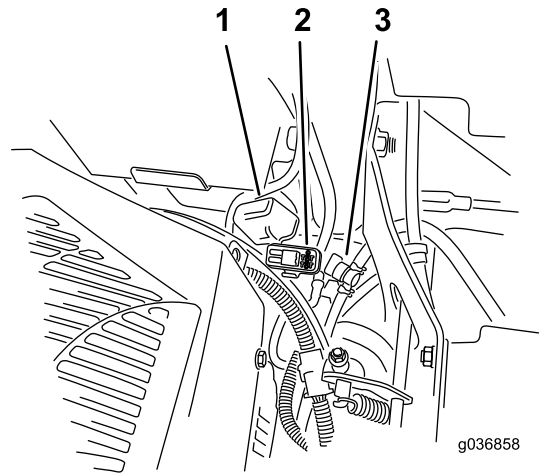

Bild 53
Die Sicherungen befinden Sie rechts am Armaturenbrett neben dem Sitz (**Bild 53**).
2. Setzen Sie eine neue Sicherung ein (**Bild 53**).